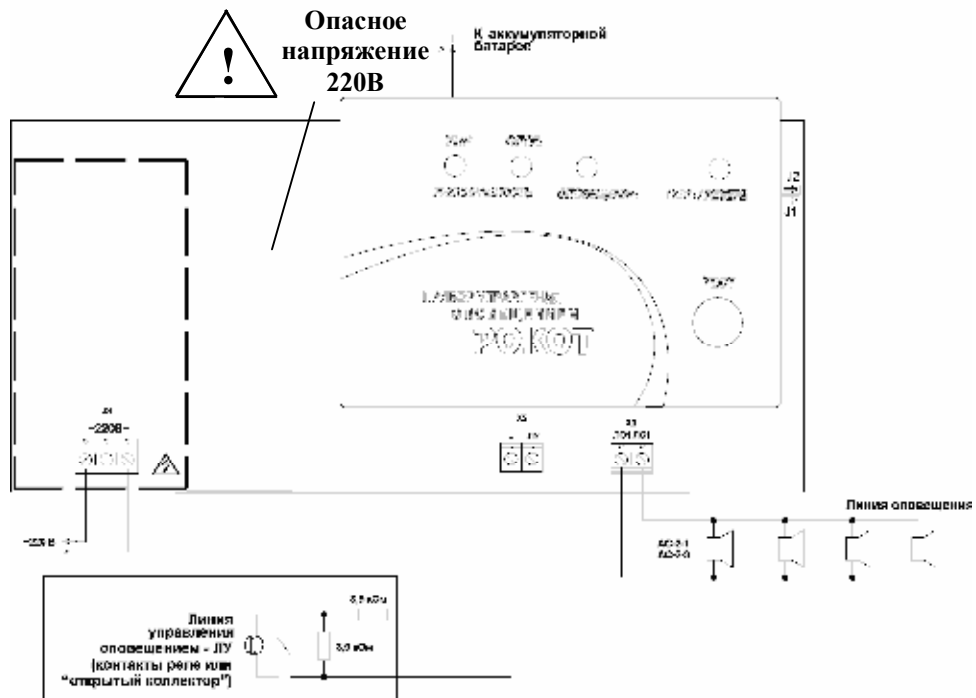

Рис. 1 Схема подключения прибора «Рокот»
| Уровень звукового давления на расстоянии 1 м от «АС-2-1» («АС-2-3»), подключенной в соответствии с рис.1, не менее | 82 дБ |
Схема подключения к прибору ЛО и АС приведена на рис. 1 раздела 10.
Переключки, позволяющие выбрать тактики использования линий управления и оповещения, установлены на печатной плате прибора (см. рис.1) и доступны после вскрытия его корпуса.
- К клеммам «220В» платы прибора подсоедините кабель сетевого питания (см. рис.1). Подключите прибор к сети ~220 В 50 Гц. Индикатор «Сеть/Резерв» должен загореться зеленым цветом.